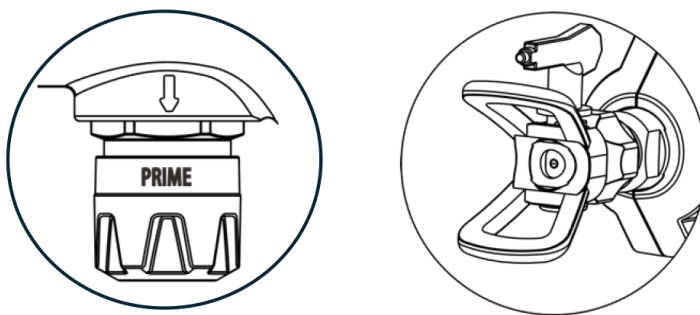

Рис. 26
6. Сбросьте давление, переведя дренажный клапан в положение «PRIME» и поверните сопло обратно в положение распыления (рис. 26).